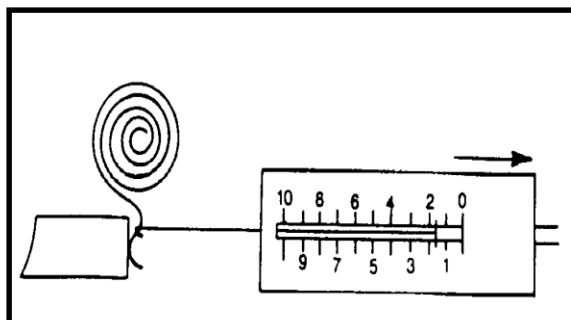

FIGURA 14 TENSIONE DELLA MOLLA DELLA SPAZZOLA
- c) Esaminare le condizioni delle molle. Assicurarsi che le spirali delle molle siano uniformi e che le molle stesse non appaiano scolorite, in quanto ciò potrebbe indicare una perdita di funzionalità. Se sono presenti questi o altri segni di danneggiamento, sostituire la molla o utilizzare un piccolo dinamometro (Figura 14) per verificare se è necessaria una forza di almeno 0,01 N per distendere la molla fino al punto di contatto con la spazzola usurata.